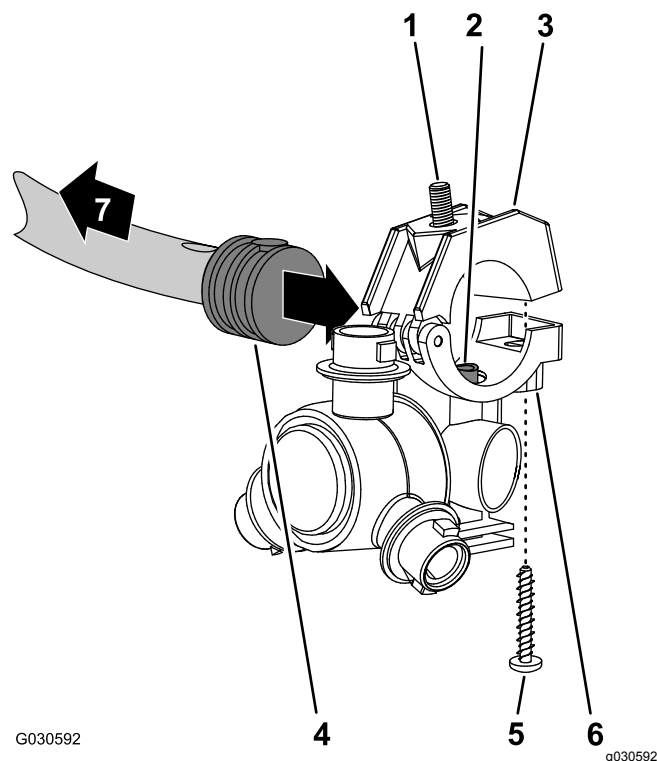

Figura 143
- Alinee el tubo de transferencia del soporte de una boquilla de fumigación (Figura 143) con el orificio del lateral del conector de manguera de dentado simple (13 mm).
- Cierre la mitad superior de la abrazadera alrededor del conector de manguera dentado y sujete la mitad de la abrazadera y el cuerpo de la boquilla de fumigación (Figura 143) con el tornillo de acero inoxidable (Nº 12 x 1 $\frac{1}{4}$ "); apriete el tornillo de acero inoxidable a entre 14 y 18 N·m.